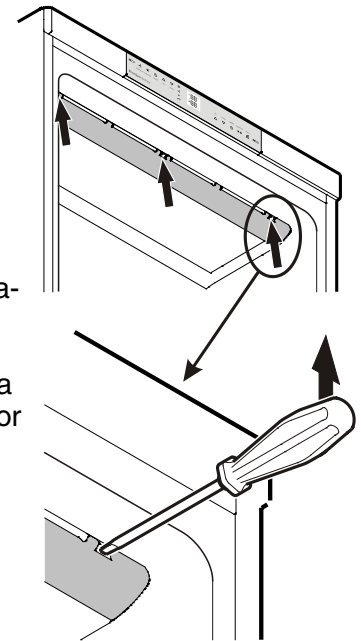

Figura 15
1. Desenclave la cubierta cuidadosamente por el lado izquierdo, medio y derecho con ayuda de un destornillador - **Figura 15**.